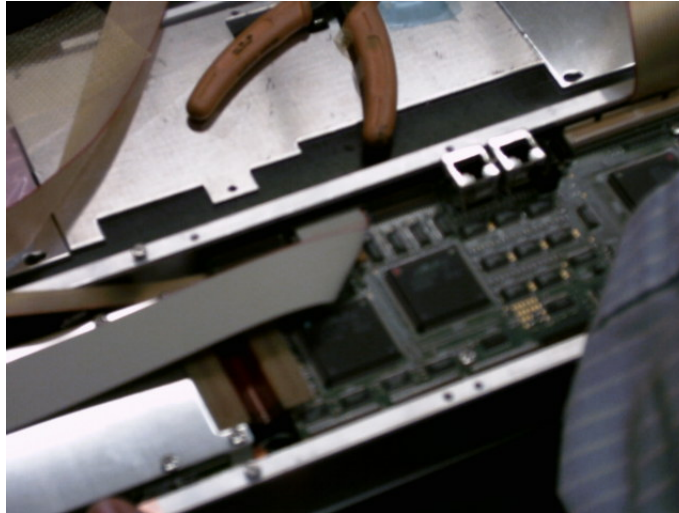

**Figura 10: Viti per il fissaggio dei coperchi di dissipazione delle TRB.**
- Inserire tutte le viti senza stringerle; vi sono due tipi di viti: M3x25 vanno nel foro in corrispondenza con quello dei listelli di alluminio (i 4 piu' centrali, cerchio verde nella foto in Figura 10) , M3x6 negli altri (cerchi rossi nella foto in Figura 10).